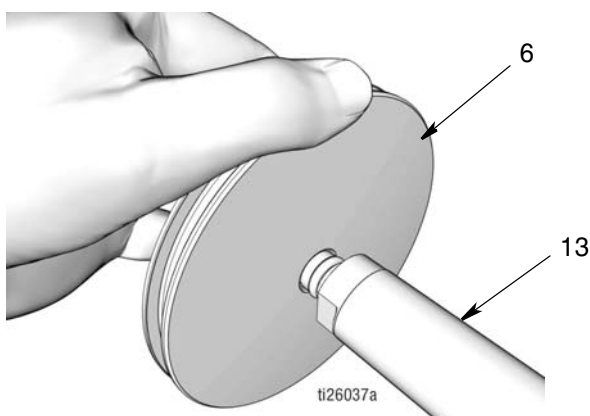

FIG. 47
- Pousser le piston (6) sur l'extrémité de la tige de piston (13) jusqu'à ce qu'il soit en butée sur la tige (FIG. 47).